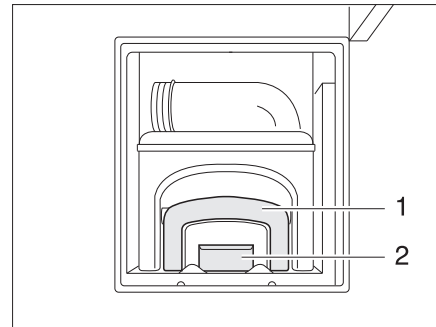

Fig. 263 Accès réservoir pour matières fécales, ouvert
- Actionner le déverrouillage (Fig. 263,2) et retirer le réservoir pour matières fécales (cassette) par la poignée (Fig. 263,1).